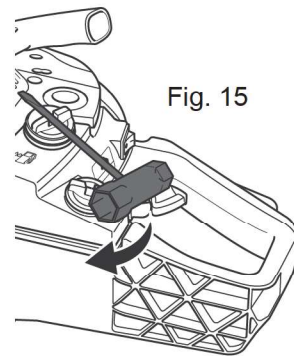

Fig. 15
- > Limpe o combustível derramado com um pano suave e volte a colocar o tampão do depósito de combustível (29). Use a chave combinada (32) para apertar bem o tampão (29) (Fig. 15).